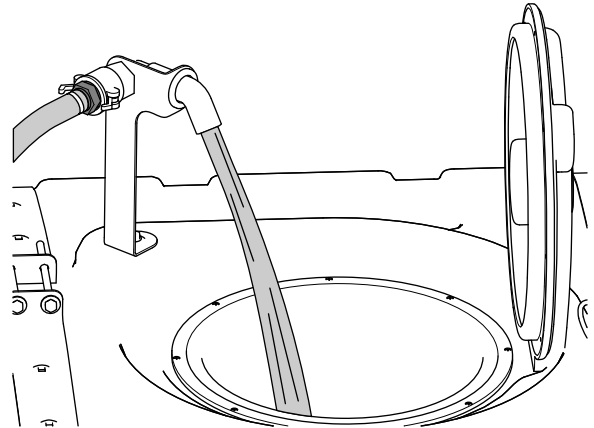

Figura 28
5. Añada 3/4 de la cantidad de agua necesaria al depósito de fumigación (Figura 28).